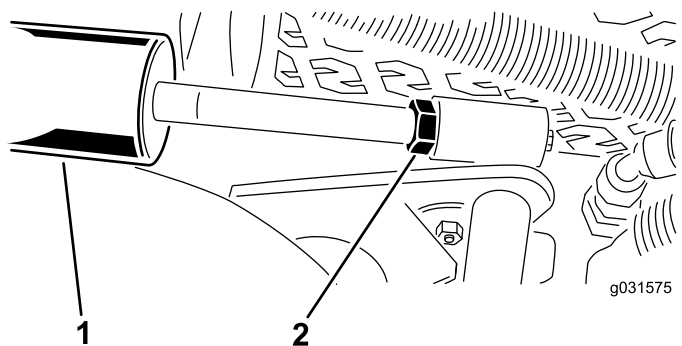

Figura 14
A. Baixe as unidades de corte e solte a porca de bloqueio do cilindro (Figura 14).